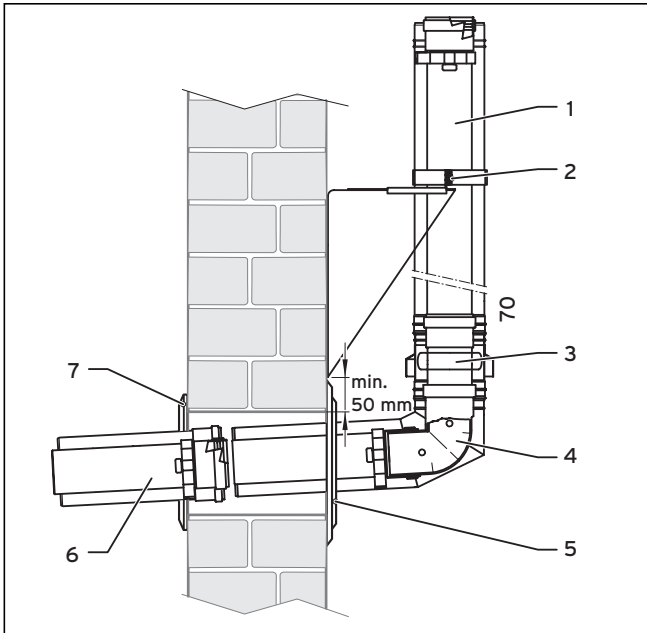

Abb. 4.71 Montage des Anschlusses für die Außenwandleitung
- Beachten Sie bei der im Folgenden beschriebenen Montage die Abb. 4.71 - 4.73.
- Hängen Sie jeweils eine Luftschelle (8) auf eine Außenwandverlängerung (1) und das Luftansaugstück (3).
- Stecken Sie das Luftansaugstück (3) und den Wanddurchführungsbogen (4) bis zum Anschlag zusammen, ebenso die Außenwandverlängerung (1) und das Luftansaugstück (3).
- Legen Sie die Luftschelle (8) über die beiden äußeren Sicken (9, 11) und ziehen Sie die Spannvorrichtung (10) fest.
- Setzen Sie den Wanddurchführungsbogen (4) mit Luftansaugstück und Verlängerung in den Wanddurchbruch ein.
- Legen Sie die Spannschelle der Wandkonsole (2) um die Außenwandverlängerung und ziehen Sie die beiden Klemmschrauben fest.
- Kürzen falls erforderlich die weiße Verlängerung (6) auf Länge.
- Setzen Sie die weiße Verlängerung (6) von innen auf den Wanddurchführungsbogen (4).
- Verschrauben Sie die Innenrosette (7) von innen.
- Verschrauben Sie die Außenrosette (5) von außen.